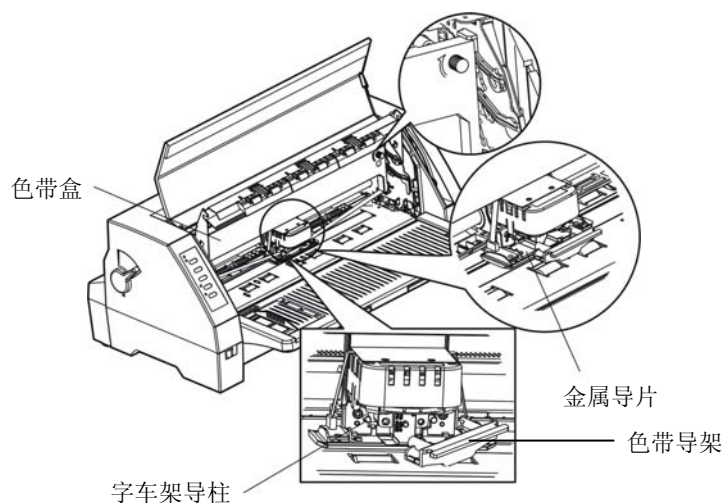

图 2-8 安装色带盒
7. 如图 2-8 所示，抓住色带盒的两边，使色带盒两边的卡扣对准打印机两侧的安装槽，稍用力向前推进，直到完全卡到位。然后将色带导架上的两个圆孔对准字车架上上的两个导柱，按压到位。